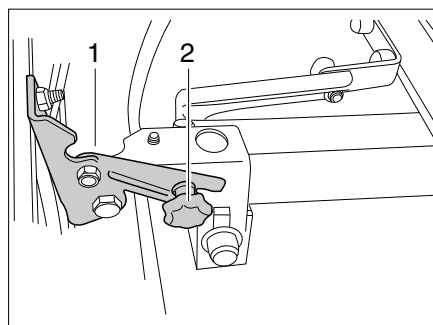

Bild 5 Verriegelung Leuchtenträger
- Rändelschrauben (Bild 5,2) auf beiden Seiten lösen.
- Leuchtenträger (Bild 5,1) aufklappen.
- Leuchenträger (Bild 5,1) einklappen.